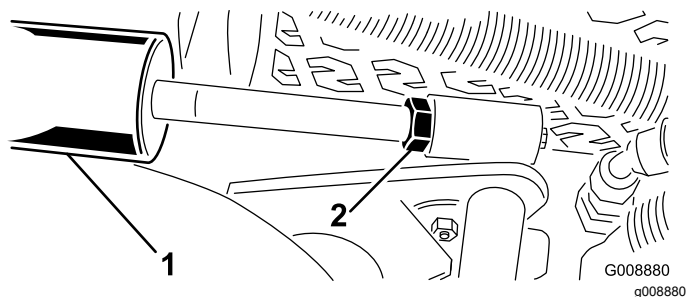

Bild 29
- Lösen Sie die Kontermutter am Hubzylinder (Bild 29).